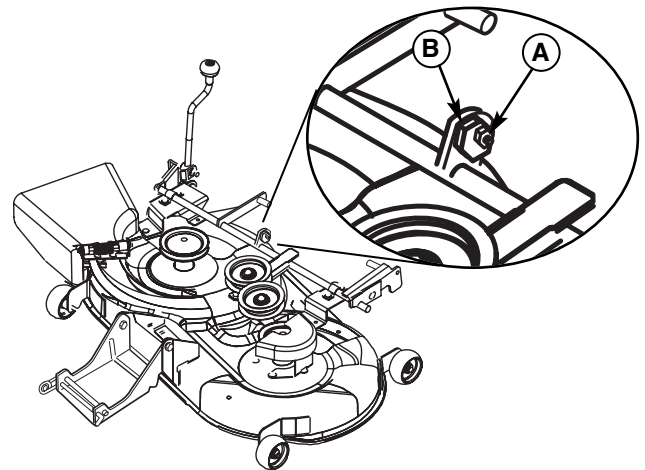

Figure 37. Nivelage d'avant en arrière
2. Pour relever ou abaisser l'avant du plateau de coupe de la tondeuse, desserrer le contre-écrou (A, figure 37 encadré) et tourner l'écrou excentrique (B).
3. Vérifier à nouveau les mesures avant de serrer le contre-écrou (A) contre le support.